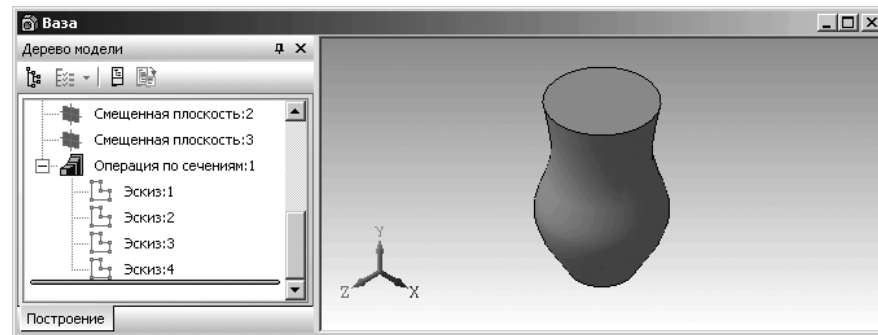

Рис. 2.137. Полутоновая сплошная модель вазы
- щелкните в главном меню **Вид**, а затем в выпадающем меню по пункту **Скрыть конструктивные плоскости**. Появится полутоновая сплошная модель вазы (рис. 2.137).